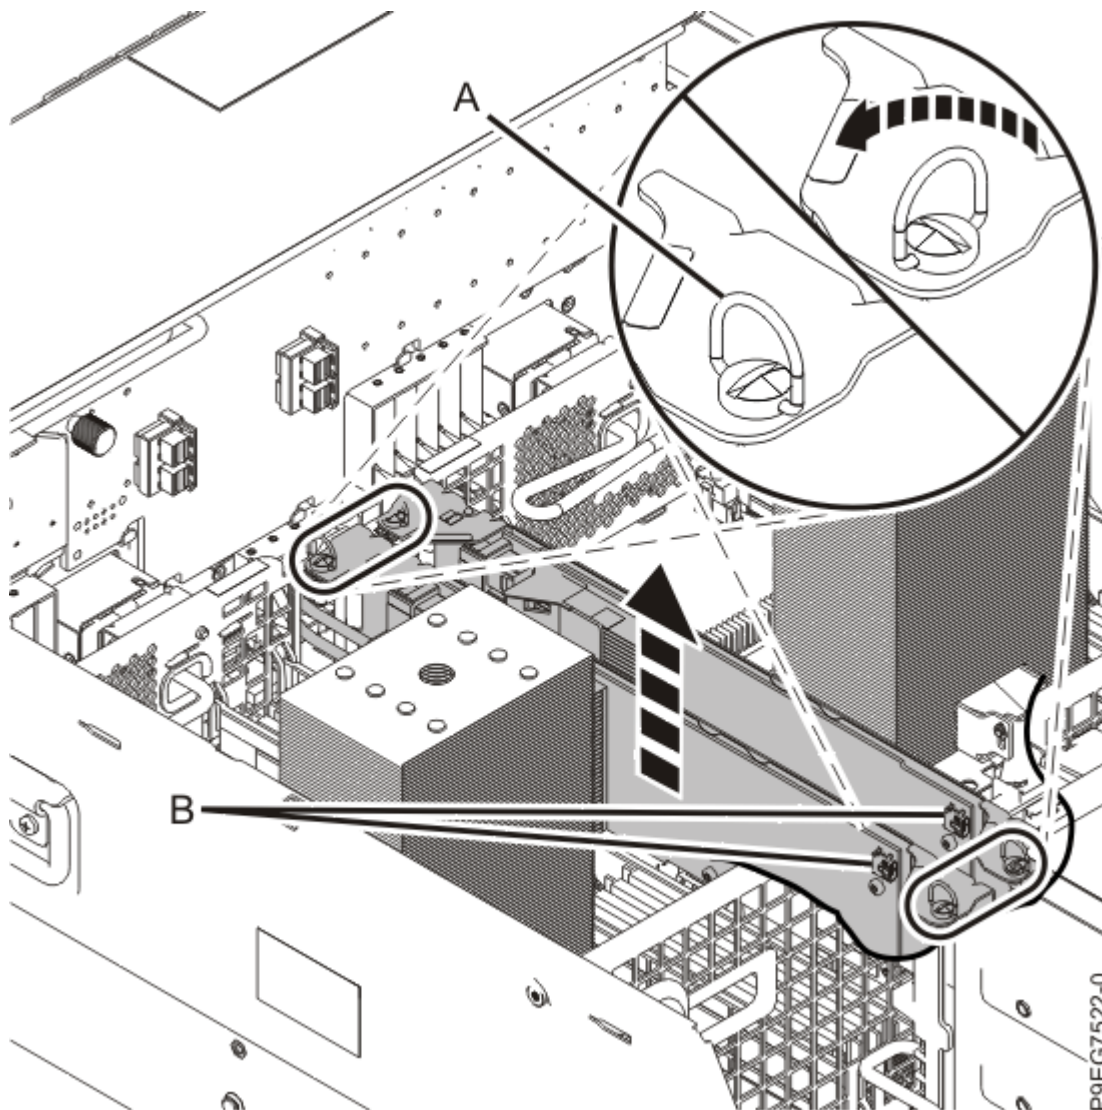

Figura 32. Remover o adaptador SAS RAID
7. Deixe o cabo SAS frontal ligado a este adaptador SAS RAID. Rode os parafusos **(A)** em sentido contrário ao dos ponteiros do relógio para soltar o adaptador SAS RAID. Levante o adaptador SAS RAID e o cabo SAS frontal para fora da ranhura. Certifique-se que o cabo SAS frontal não fica preso em nenhum componente enquanto levanta o adaptador SAS RAID para fora da ranhura. Consulte Figura 32 na página 36.